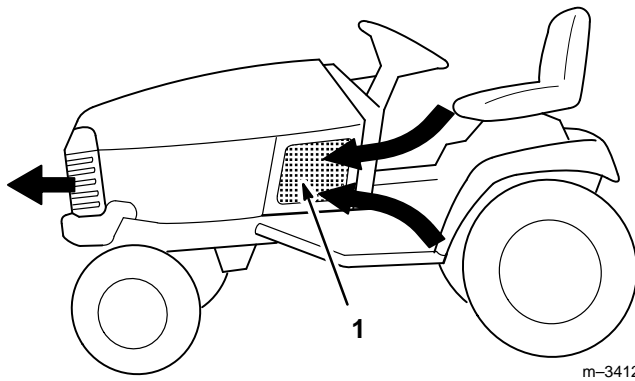

Figure 8
2. Contrôler la propreté des 3 grilles de prise d'air (Fig. 8). Les débarrasser des débris qui les obstruent avant chaque utilisation, et en cours d'utilisation si nécessaire.